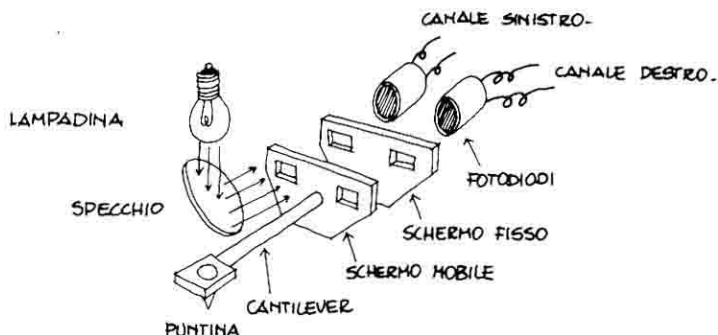

Fig. 13 - Costituzione del pick-up «fotoelettronico».
3. **Pick-up «fotoelettrico»** (fig. 13). I movimenti di uno schermo opaco, collegato alla puntina di lettura, fanno variare il flusso luminoso di una lampadina, che raggiunge due «fotodiodi» (uno per canale). A mezzo di un circuito adattatore elettronico, si trasformano le variazioni di tensione in uscita dai «fotodiodi» in segnale audio da inviare all'amplificatore.